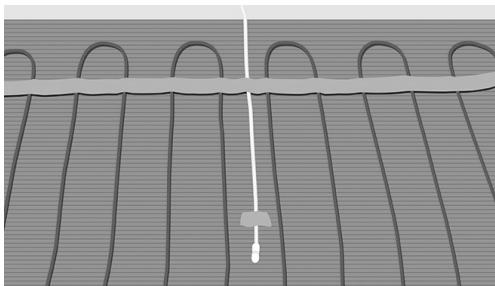

Fig. 13. Placer tomrør/gulvføler mellem 2 kabelsløjfer
- Montér et tomrør til gulvføleren. Sørg for tomrørets ende er placeret på samme niveau som varmekablet og mellem to sløjfer ca. 50 cm fra væggen. Forsegl enden af tomrøret. (fig. 13).